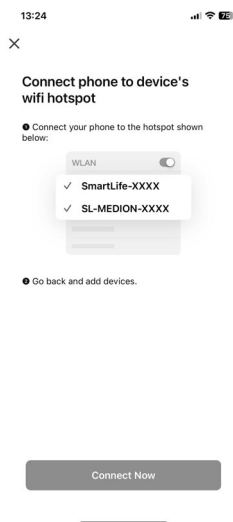

Fig. 7
- ▶ Connectez votre smartphone ou votre tablette au point d'accès Wi-Fi du robot aspirateur laveur (fig.7).